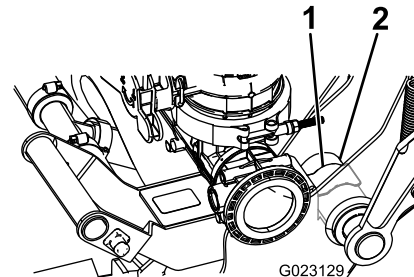

Figura 15
- Empuje hasta que la abrazadera se enganche en el buje, según se muestra en Figura 15.